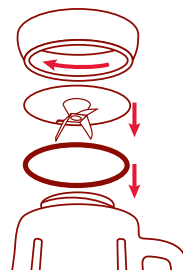

Figura 6
6. Dé vuelta el vaso de mezclar de arriba hacia abajo y desenrosque la base del vaso girando en dirección contraria a las agujas del reloj (hacia la izquierda). Retire cuidadosamente la cuchilla de mezclar y el anillo sellador de la cuchilla de mezclar. *Figura 6*